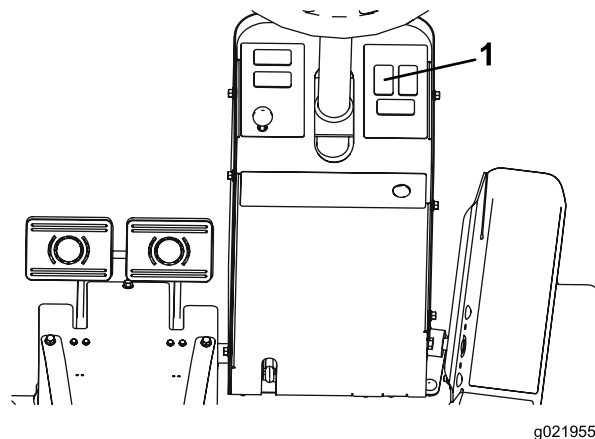

Figura 2
2. A partir o lado inferior do painel de instrumentos da coluna de direcção, pressione o tampão para fora do orifício indicado em Figura 2.